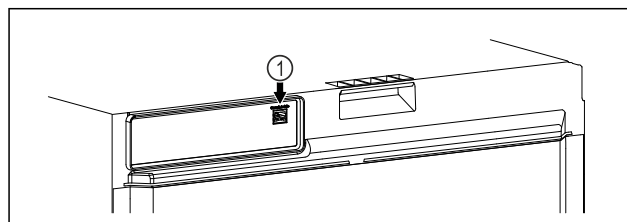

Fig. 104
- ☐ Le SmartModule Fig. 104 (1) est installé.